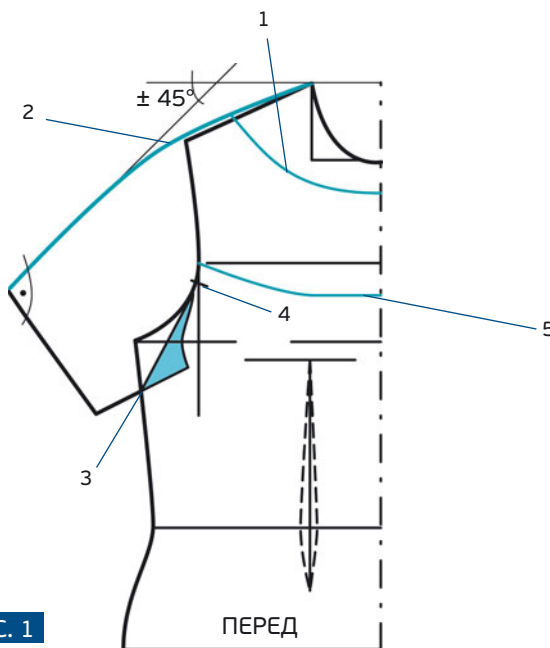

РИС. 1
Начертите базовую выкройку лифа. Затем внесите изменения по указаниям к рис. 1 и рис. 2.
4. На линии базовой проймы отметьте точку стыка с вертикальной линией конструирования проймы (рис. 1). Затем, начиная от этой точки, соедините пройму с основанием рукава. Перечертите в зеркальном отражении маленькую деталь, которая получилась (рис. 1, синим цветом).